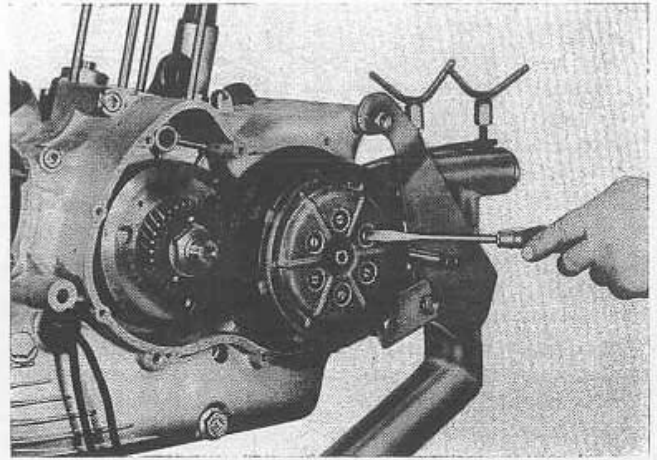

Fig. 21
**SMONTAGGIO DELLA FRIZIONE** (vedi fig. 21).
**REMOVING THE CLUTCH** (see fig. 21).